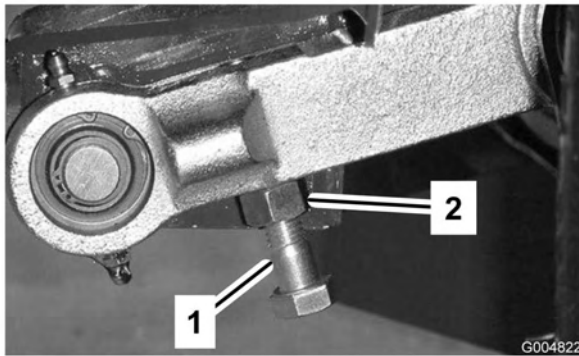

Bild 25
3. Sie können den Abstand mit der Einstellschraube am hinteren Gelenkverbindungsstück des Mähwerks einstellen (Bild 25). Lösen Sie die Klemmmutter an der Einstellschraube. Lösen oder ziehen Sie die Einstellschrauben an, bis ein Abstand von